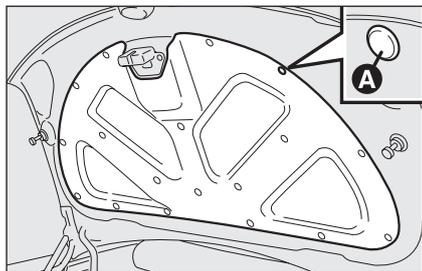

fig. 39
- aprire il bagagliaio, togliere i bottoni **A-fig. 39** e rimuovere il pannello **B**;